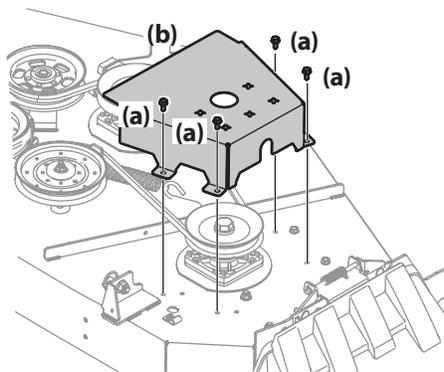

Figure 4-15
2. Retirez les boulons hexagonaux (a) qui fixent les couvercles de courroie (b) au plateau de coupe. Voir Figure 4-15.
3. Pour retirer les deux poulies de tension (a et b), enlevez les boulons hexagonaux (c) et les écrous autobloquants (d) qui les retiennent au plateau de coupe et au bras de renvoi (e). Voir Figure 4-15. Prenez soin de ne pas perdre les pièces de quincaillerie (capuchons de poulie (f), rondelles, garde-courroies (g)) lorsque vous retirez le boulon hexagonal (c) et l'écrou autobloquant à bride (d).
5. Placez la courroie neuve autour des poulies de fusée et remplacez les couvercles de courroie (b). Voir Figure 4-15.